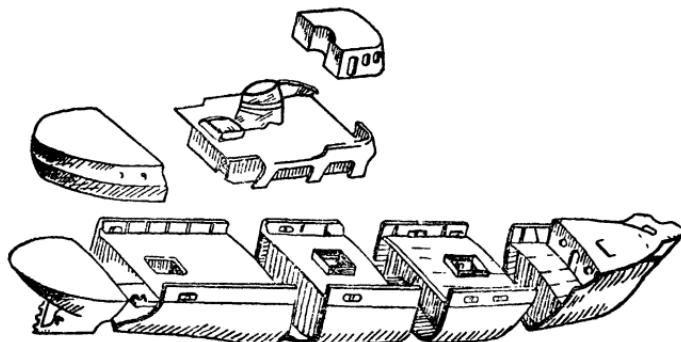

Рис. 61. Сборка корпуса судна из блок-секций.
*Блочный метод* представляет собой развитие секционного метода. Судно при этом разбивают на крупные объемные части — блоки (рис. 61), изготавляемые в сборочно-сварочном цехе. На стапель их подают в готовом виде,